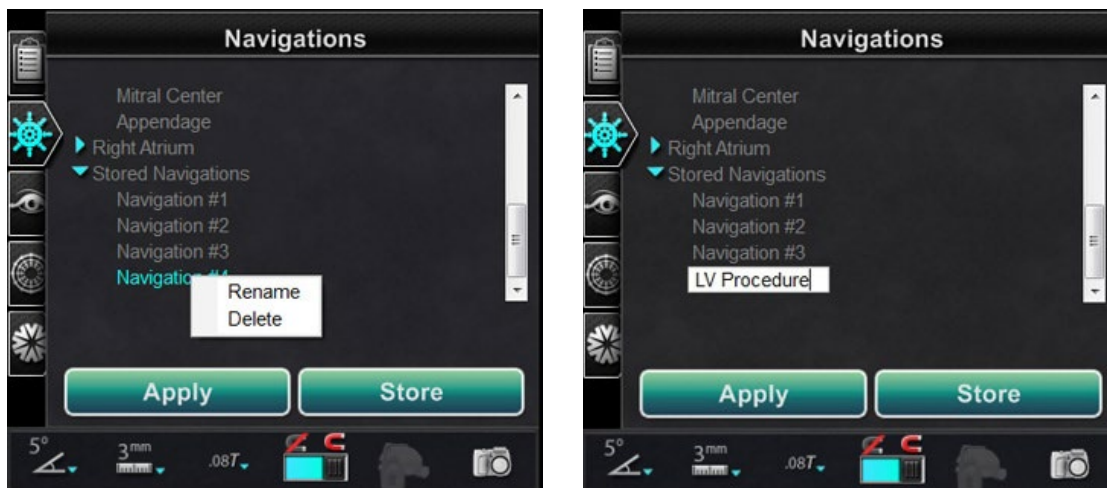

Figure 54. Renommer la navigation enregistrée—À gauche : Boîte de dialogue options ; à droite : Nouveau nom entré
1. Pour renommer une navigation enregistrée (**Figure 54**), faites un clic droit sur son nom et sélectionnez **Rename** (Renommer). Le champ s'ouvre pour permettre la modification.